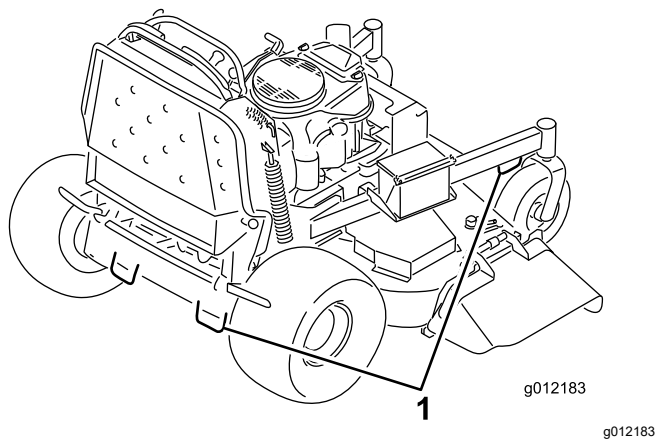

Figura 30
7. Ancorate la macchina accanto alle ruote orientabili anteriori e al paraurti posteriore con cinghie, catene, cavi o corde (Figura 30). Fate riferimento ai regolamenti locali per i requisiti di ancoraggio.